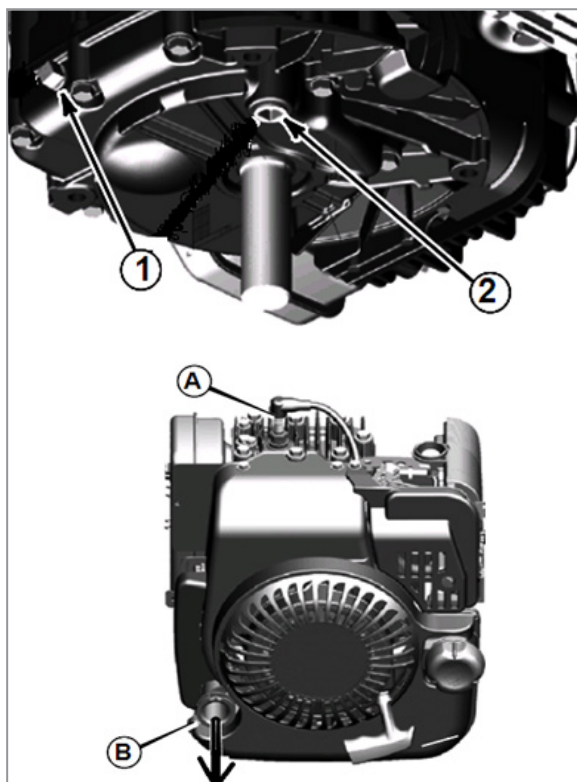

Рис.10
Двигатель может быть оборудован нижним сливным отверстием (2), боковым сливным отверстием (1). Слив масла может быть произведен через маслозаливную горловину (В) Рис.10. При сливе масла через маслозаливную горловину сторона двигателя со свечой зажигания (А) Рис.10 должна находиться в верхнем положении.